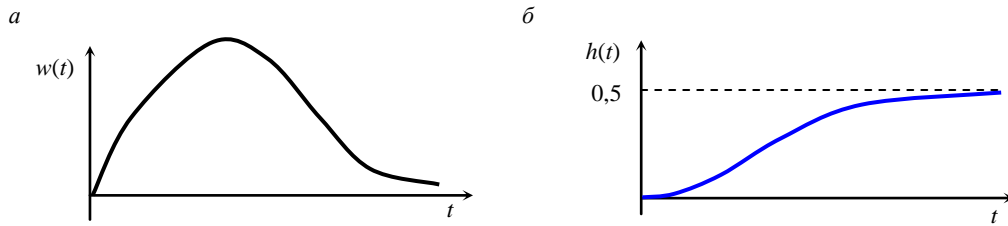

Рис.1
Имеем  $A(p) = a_0p^2 + a_1p + a_2 = p^2 + 3p + 2 = 0$ ;  $p_1 = -1$ ;  $p_2 = -2$ ;  $A'(p) = 2p + 3$ ;  $B(p) = k = 1$ . Тогда, подставив  $B(p)$ ,  $A'(p)$ ,  $p_1$  и  $p_2$  в выражение (9), получим (рис.1, а)
Аналогичным образом находим переходную характеристику (рис.1 б), при этом учитываем, что  $L\{1(t)\} = 1/p$ , тогда  $A(p) = (p^2 + 3p + 2)p = 0$ ;  $p_1 = -1$ ;  $p_2 = 2$ ;  $p_3 = 0$ ;  $A'(p) = 3p^2 + 2p + 2$ . Воспользовавшись (8), найдем  $h(t) = 0,5 + 0,5e^{-2t} - e^{-t}$ .